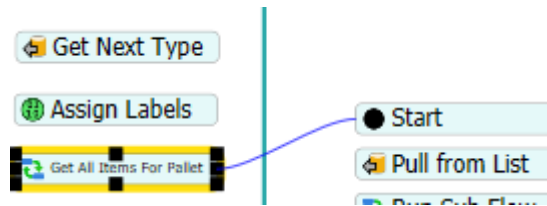

Figura 54- Referenciar destino
- Destination : Clique no ponto de exclamação e com o conta gotas referencie a atividade Start , como mostra a Figura 54;